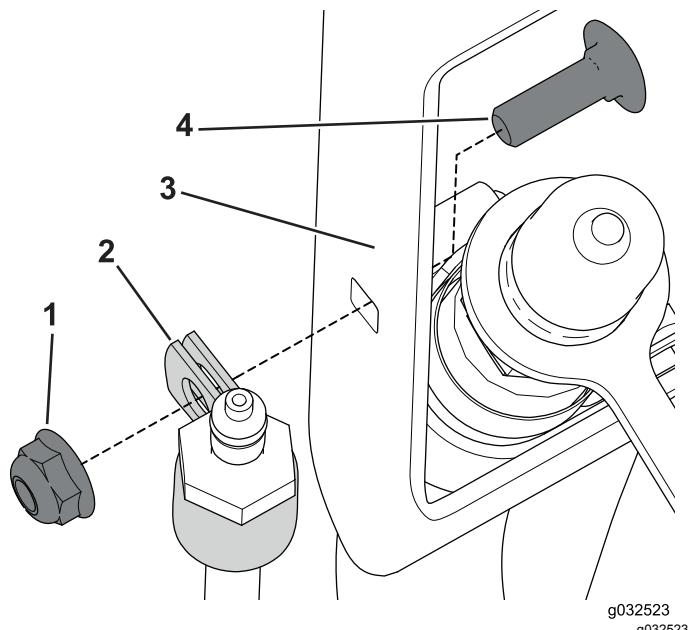

Bild 36
1. Setzen Sie eine R-Klemme um den Schlauchanschluss (Bild 36).
2. Befestigen Sie die R-Klemme mit der Schlossschraube ( $\frac{1}{4}$ " x  $\frac{3}{4}$ ") und Bundmutter an der Schlauchhalterung (Bild 36).